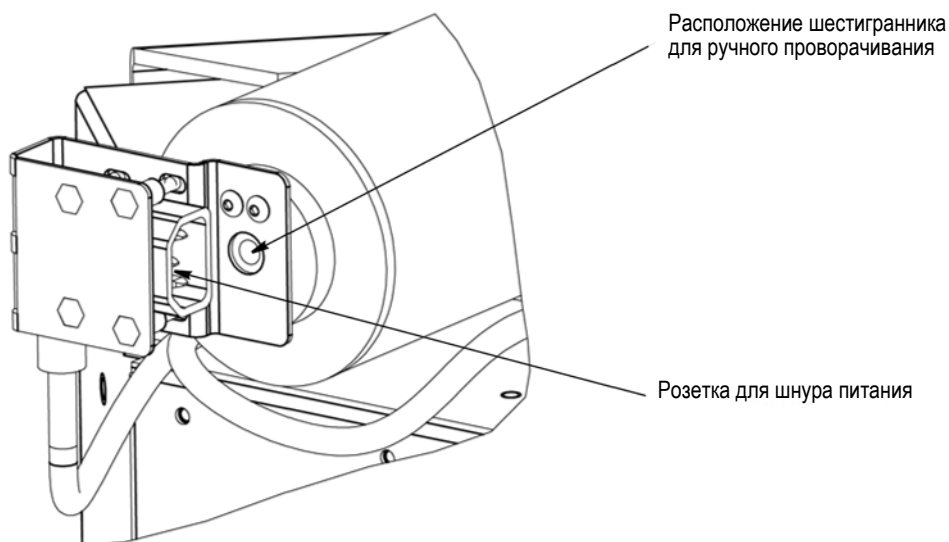
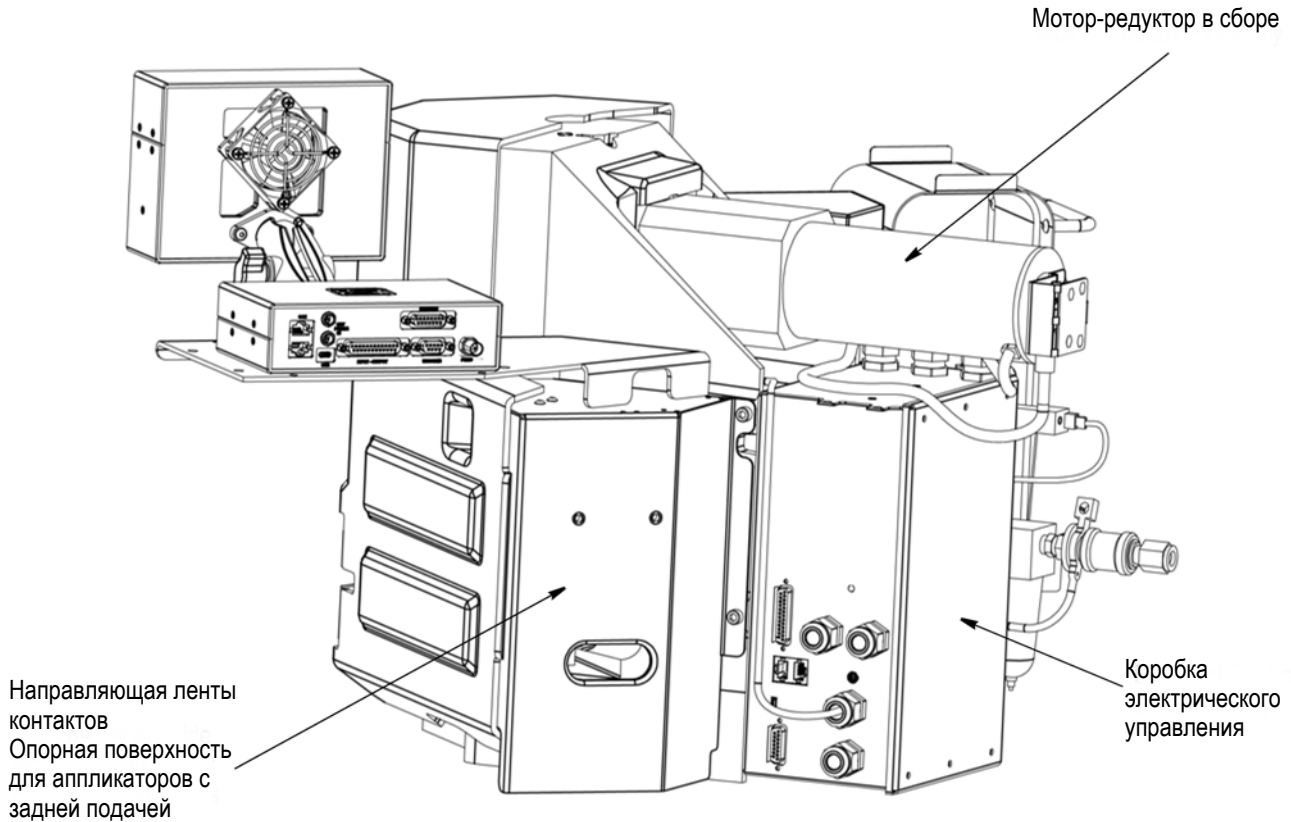

Рис. 3
Рис. 4
1. *Группа электродвигателя* включает в себя электродвигатель постоянного тока, который приводит в движение коленчатый вал. См. Рис. 3 и рис. 4. Электродвигатель активируется каждый цикл и поворачивает коленчатый вал на один полный оборот. На конце электродвигателя находится шестигранник, который позволяет проворачивать электродвигатель вручную. Для доступа к шестиграннику отсоедините шнур питания от задней части электродвигателя.